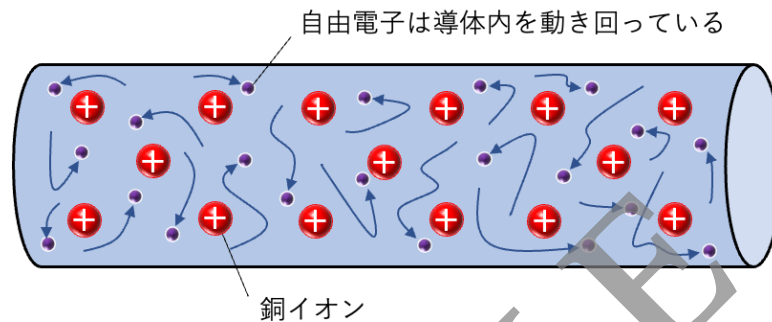

図 1-14 導体内部の概念図
銅のように、物質内を自由に動き回れる自由電子を多く持つ物質のことを**電気伝導体**、または単に**導体**といいます (図 1-14)。銅のほかにアルミニウムや金、銀、鉄といった金属も導体です。また、金属以外でよく電気を通すものの代表として炭素 (C) で構成される黒鉛があり、これも導体です。さらに、電荷を運ぶキャリアには自由電子の他にイオンもあると先ほど述べましたが、イオンがキャリアとなる導体に食塩水などがあります。